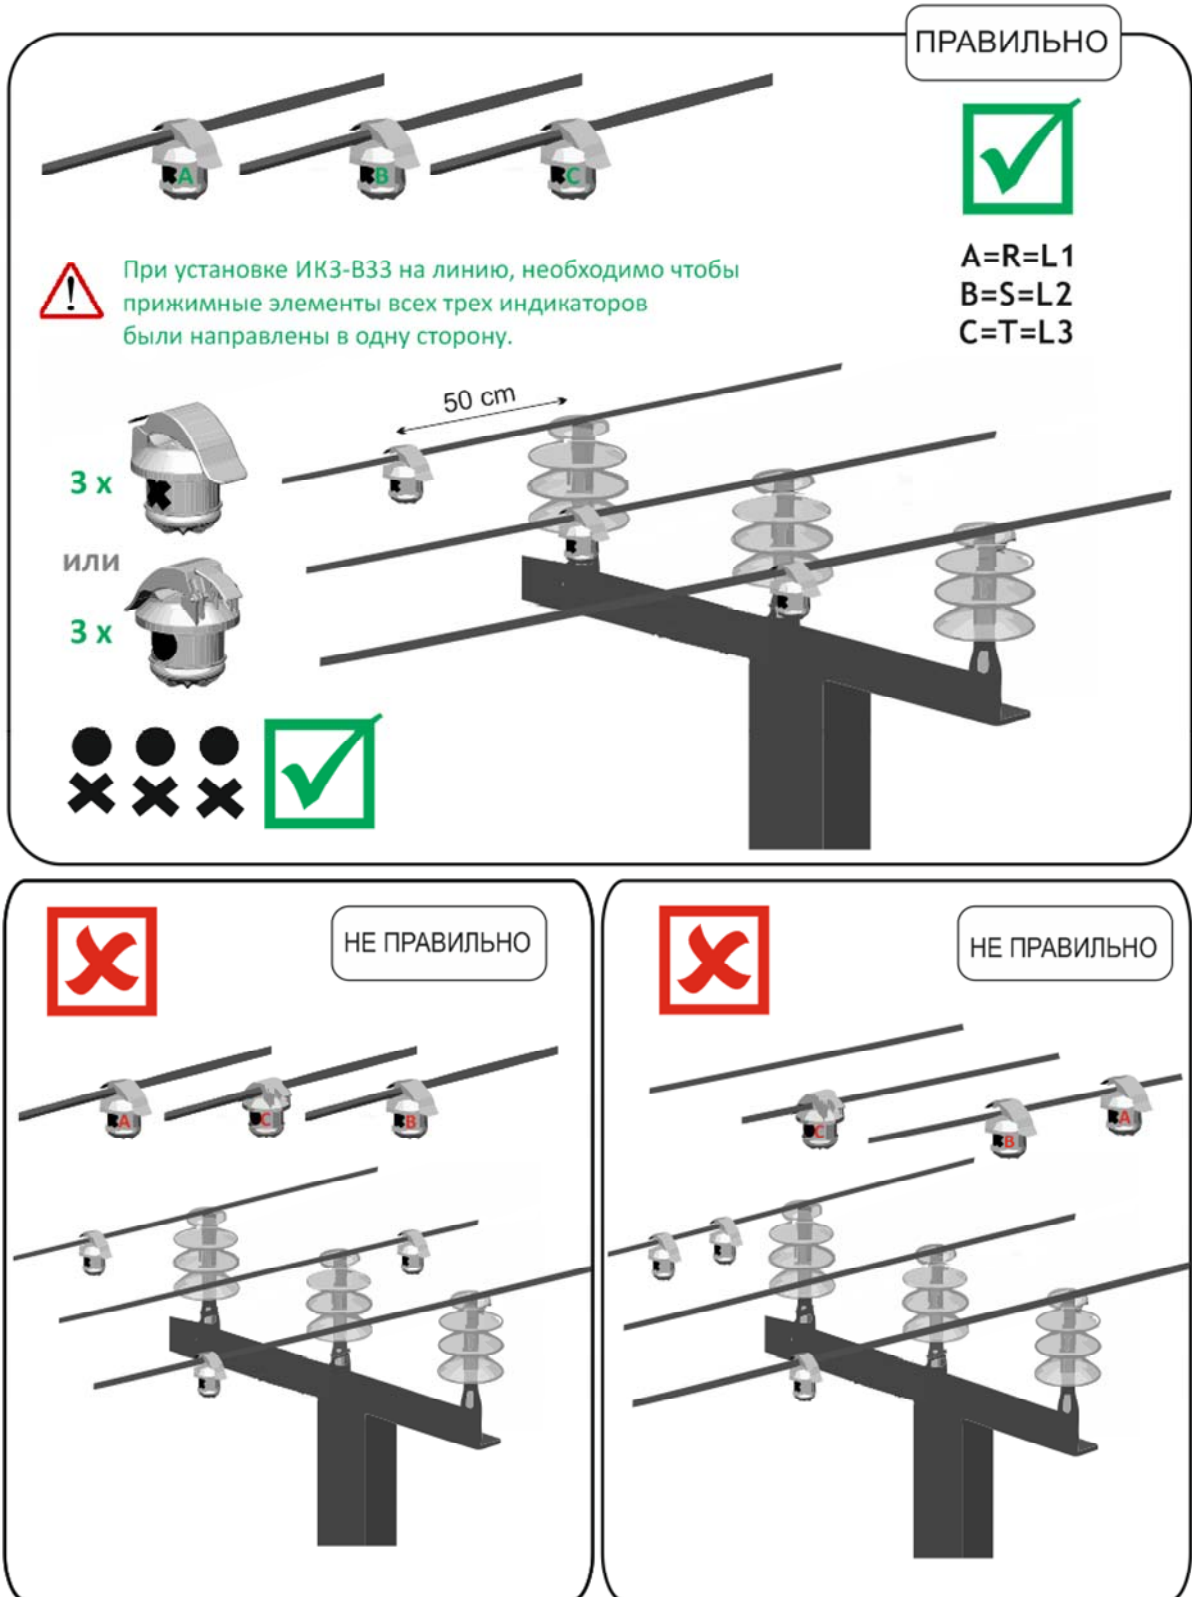

Рисунок 5 – Пример установки комплекта индикаторов ИКЗ-В33
1.5.2 Работа индикаторов ИКЗ-В33 основана на фиксации факта повреждения контролируемой линии. Электромагнитное поле тока в линии воспринимается индукционными датчиками тока. Напряжение линии воспринимается емкостным датчиком напряжения. Индикаторы ИКЗ-В33 закрепляются непосредственно на проводах линии (Рисунок 5) и способны измерять токи и напряжения в конкретном проводе. Индикаторы ИКЗ-В33 ведут измерение мгновенных значений тока и напряжения, вычисляют значение амплитуды тока и напряжения, сравнивают полученные значения со значениями уставок и затем, при необходимости, передают все эти характеристики блоку БСПИ-3ТН. Блок БСПИ-3ТН проводит в свою очередь анализ параметров, полученных от всех индикаторов ИКЗ-В33, в случае превышения уставок определяет тип аварии на основе полученных данных и передает информацию об аварии в оперативно информационный комплекс (ОИК) пользователя (или SCADA-система).